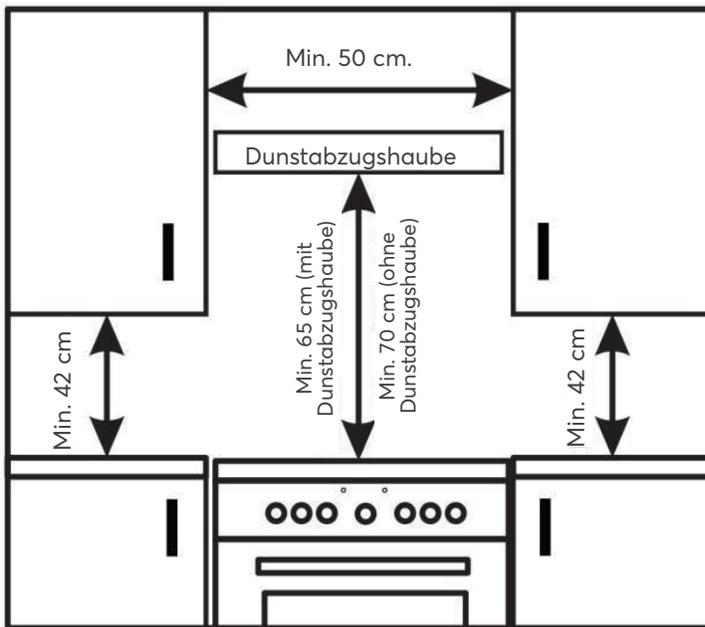

Abbildung 1
- Hängen Sie Oberschränke neben der Dunstabzugshaube mit einem Mindestabstand von 42 cm zum Kochfeld auf, wie in Abbildung 1 dargestellt.
- Sollte der Herd unter einem Oberschrank installiert werden, muss dieser mindestens 70 cm vom Kochfeld entfernt sein, wie in Abbildung 1 dargestellt.
- Der Ausschnitt für den Herd muss die in Abbildung 1 angegebenen Maße haben.